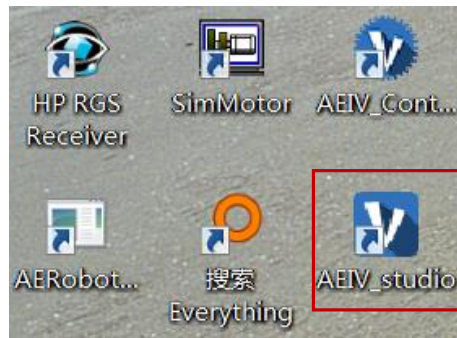

图 2-9 软件打开
2. 双击如图 2-9 所示的“AEIV_studio”图标，打开 AEIV 视觉软件。